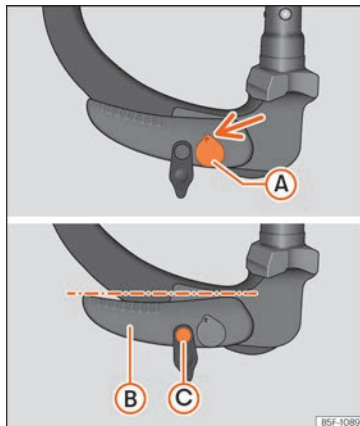

Fig. 294 Posición de reserva: posición de la palanca y el perno de desbloqueo
- La llave ① » fig. 294 se encuentra en la posición desbloqueada (la parte agujereada de la llave se muestra hacia arriba).
- La palanca ② » fig. 294 se encuentra en la posición inferior.
- Se puede mover el perno de desbloqueo ③ » fig. 294.